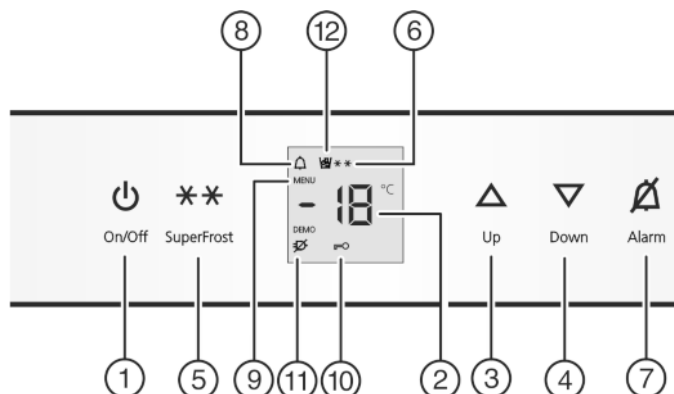

Fig. 2
- ▶ нажмите кнопку On/Off Fig. 2 (1).
- ▶ Активация режима настройки: удерживайте кнопку SuperFrost Fig. 2 (5) прибл. 5 секунд.
- ▷ Символ меню Fig. 2 (9) горит.
- ▶ Коротко нажмите кнопку SuperFrost Fig. 2 (5) для подтверждения.
- ▶ Для включения защиты от детей коротко нажмите клавишу SuperFrost Fig. 2 (5).
- ▷ Символ "Защита от детей" Fig. 2 (10) горит. На индикации мигает **c**.
- ▶ Для выключения защиты от детей коротко нажмите клавишу SuperFrost Fig. 2 (5).
- ▷ Символ защиты от детей Fig. 2 (10) гаснет. На индикации мигает **c**.
- ▶ Выход из режима настройки: нажмите кнопку On/Off Fig. 2 (1).
- ▶ Нажмите кнопку Alarm Fig. 2 (7).
Одновременно мигает индикация температуры и символ тревоги Fig. 2 (8).
Звуковой сигнал выключается автоматически, символ аварийного сигнала *Fig. 2 (8)* выключается и индикатор температуры перестает мигать, если температура снова становится достаточно низкой.
- ▶ Нажмите кнопку Alarm *Fig. 2 (7)*.
- ▶ Установка более высокой температуры: нажмите кнопку настройки Up *Fig. 2 (3)*.
- ▶ Установка более низкой температуры: нажмите кнопку настройки Down *Fig. 2 (4)*.